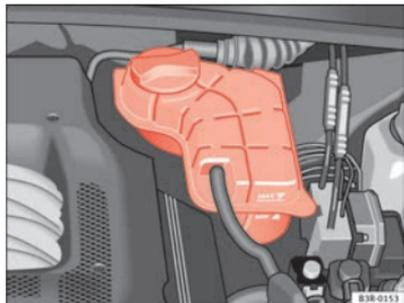

Abb. 179 Motorraum:
- Lesen Sie den Kühlmittelstand an dem Kühlmittel-Ausgleichsbehälter ⇒ Abb. 179 ab. Er muss bei kaltem Motor zwischen den Markierungen „min“ und „max“ liegen. Bei warmem Motor kann er auch etwas über der Markierung „max“ liegen.
- Legen Sie einen Lappen auf den Deckel des Kühlmittel-Ausgleichsbehälters ⇒ Seite 244, Abb. 179 und schrauben Sie den Deckel **vorsichtig** linksherum ab ⇒ .